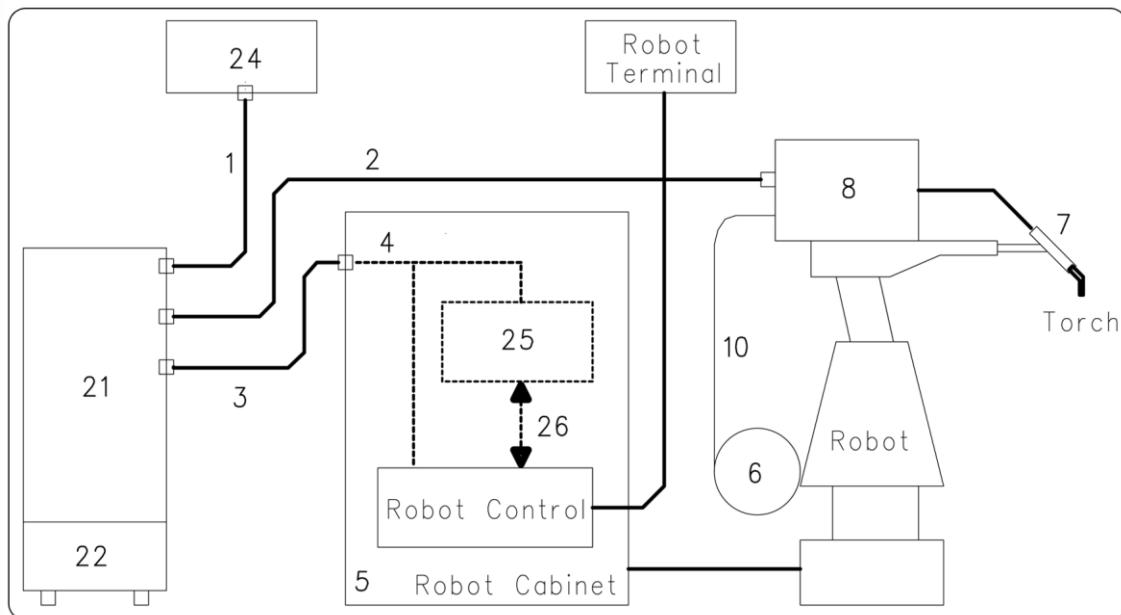

fig. 2
Está compuesto por un Generador, equipado eventualmente con un Grupo de Enfriamiento, un Carro Arrastrahilo, un Panel de Control y, si necesario, por una Interfaz Robot (ver fig. 2).
**NOTA:** Si el Control Robot (Robot Control en fig. 2) tiene la línea comunicación de tipo CANopen, la interfaz (25) y el cable (26) no son necesarios.
#### **3.1 Puesta en marcha (fig. 2).**